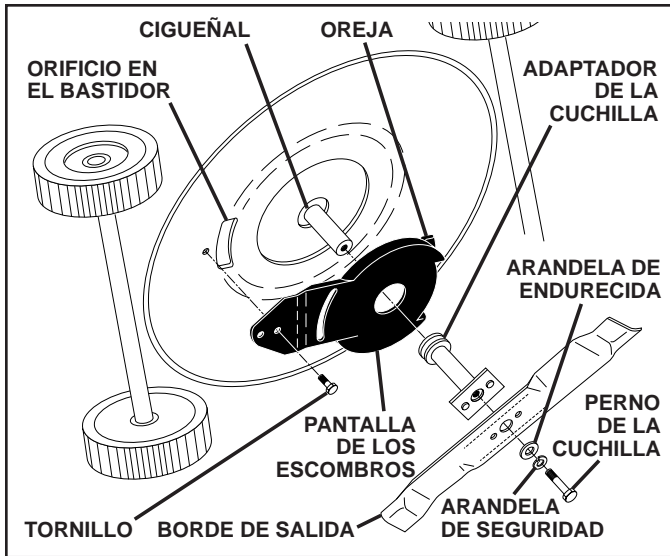

FIG. 18
- Quitar el tornillo que fija la pantalla de los escombros. Noten que la pantalla de los escombros tiene una lengüeta que se introduce en un orificio del bastidor (Vea Fig. 18).
- Ponga la cuchilla en el adaptador de ésta alineando los dos (2) agujeros en la cuchilla con las salientes elevadas en el adaptador.
- Asegúrese de que el borde de salida de la cuchilla (opuesto al borde afilado) esté hacia arriba hacia el motor (Vea Fig. 18).